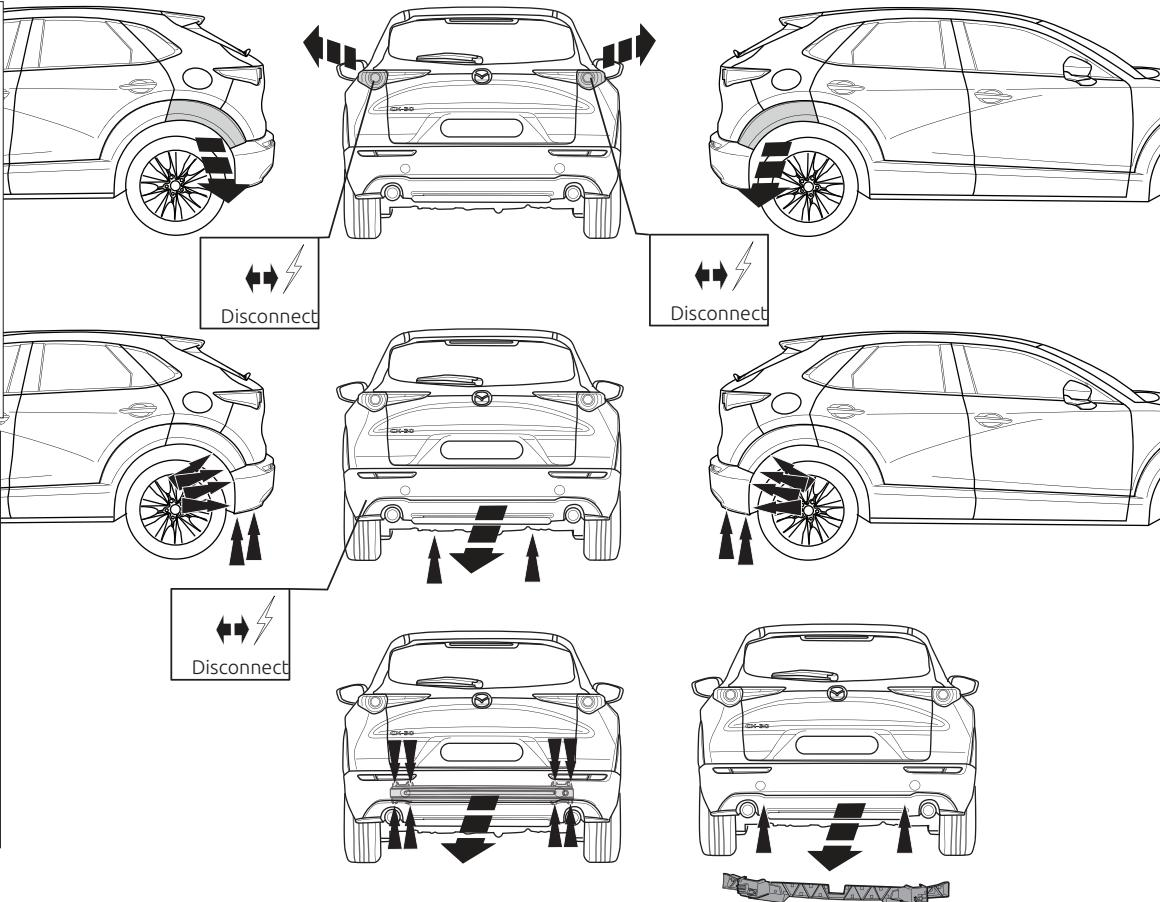

Fig. 1
- Снять оба блока задних фар. Снять бампер вместе со буферным бруском автомобиля. Буферный брус больше не понадобится. Поставить болты на место. Снять указанные пластмассовые детали. См. рисунок 1.